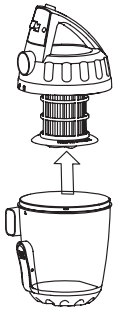

Fig. 13
NOTA: si la succión se ve sensiblemente reducida incluso después de haber vaciado el depósito de polvo, extraiga el filtro Hepa (13) y enjuáguelo con agua tibia. Seque completamente el filtro del colector antes de volver a colocarlo. Véanse figs. 13 - 15.
1. Extraiga el filtro Hepa (13) del depósito de polvo (15) girando la cubierta en sentido contrario a las agujas del reloj. Véase la fig. 13.